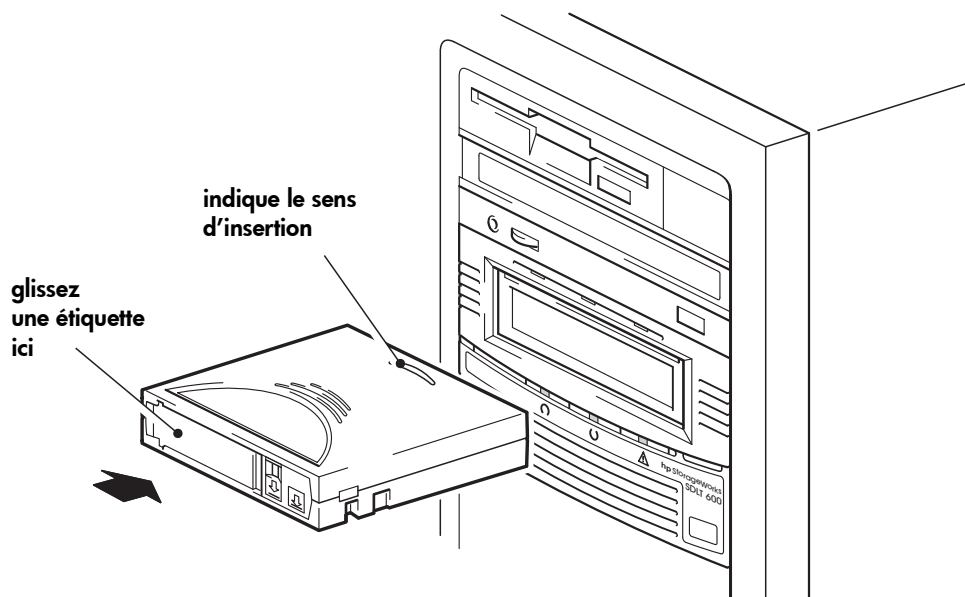

Figure 9a : chargement d'une cartouche
- 1 Insérez la cartouche dans le logement situé à l'avant du lecteur en veillant à ce que les repères soient dirigés vers le haut et face à l'ouverture du lecteur. Appuyez doucement sur la cartouche jusqu'à ce qu'elle soit happée et chargée par le lecteur (voir Figure 9a).